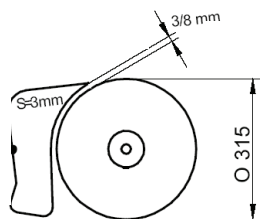

FIG.10-A
- La distanza fra' cuneo e lama sia compresa fra' 3 e 8 mm (fig.10-A).